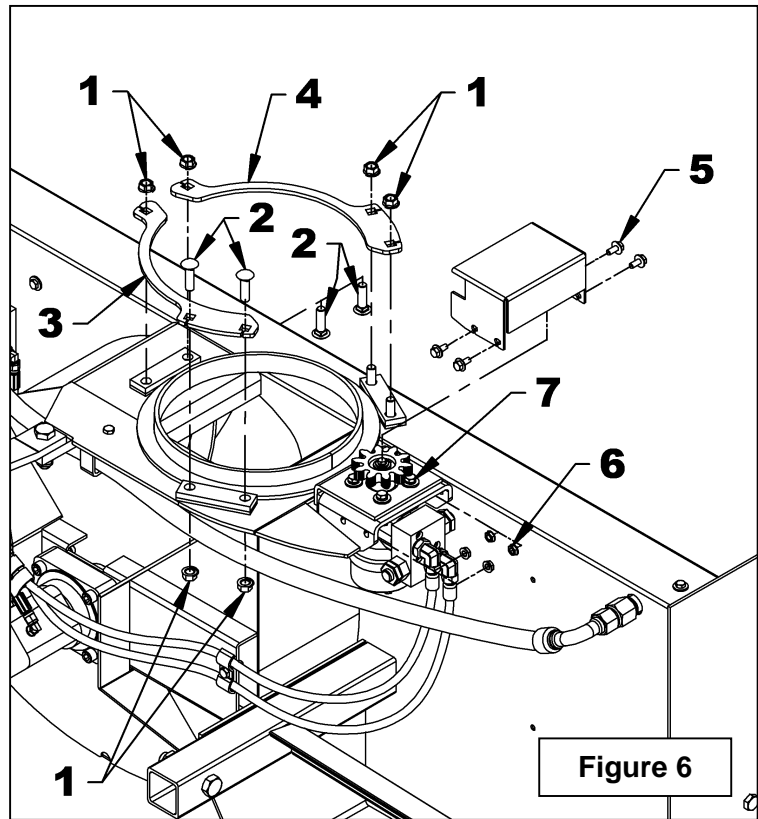

Figure 6
## Installation de la Chute pour H76A & H84A (Figures 6 à 9)
1. **Figure 6:** Retirer les six écrous à brides rainurées 1/2" NC (item 1), les six boulons à carrosserie 1/2" NC x 1 3/4" lg. (item 2) et les deux plaques de retenue (items 3-4).
2. **Figure 6:** Retirer les quatre boulons à bride rainurée 5/16" NC x 3/4" (item 5), les quatre écrous à brides rainurée 5/16" (item 6) et dévisser légèrement les quatre boulons du moteur hydraulique (item 7).